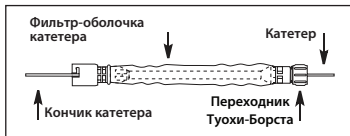

Рисунок 2
- а. Если используется фильтр-оболочка катетера с переходником Туохи-Борста (при наличии), вставьте кончик требуемого катетера в конец фильтр-оболочки катетера, где установлен переходник Туохи-Борста. Продвните катетер через трубку и втулку на противоположном конце (см. рис. 2).